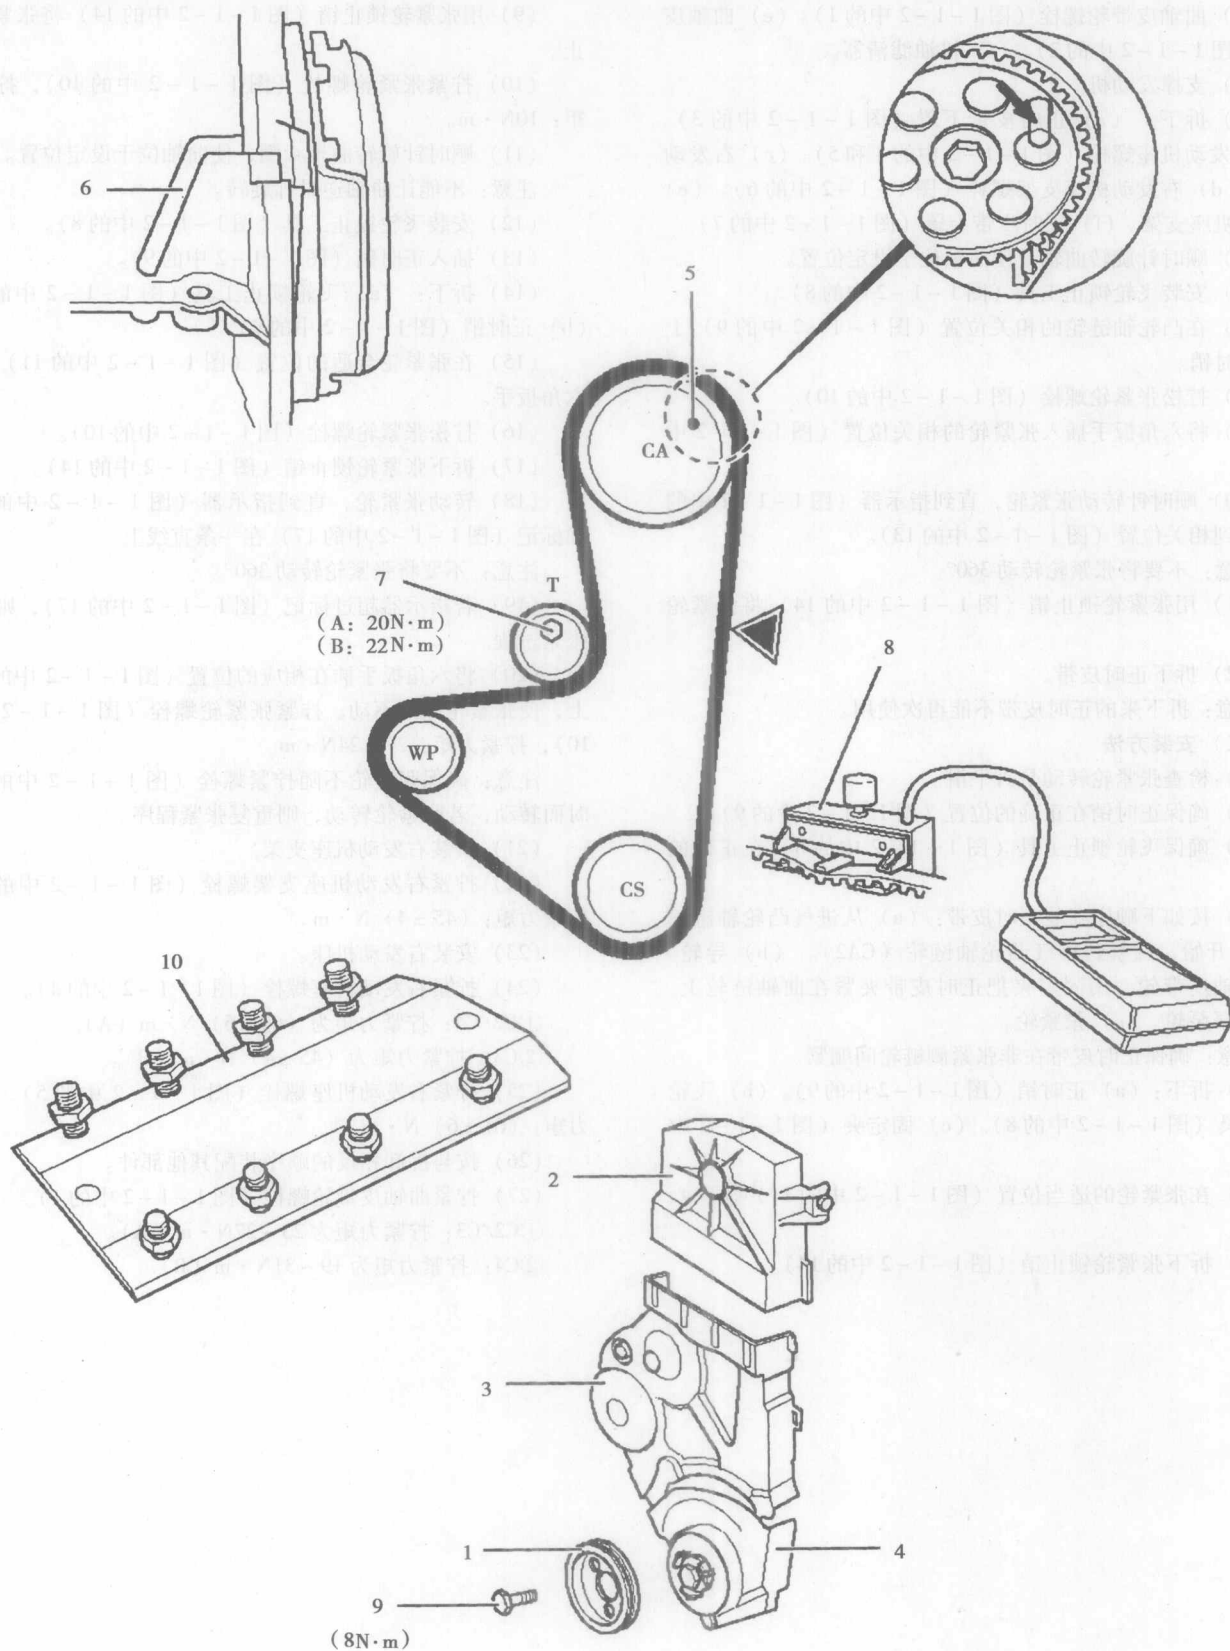

图 1-1-3 示意图
(一) 示意图 (图 1-1-3)
(1) 将车身前端举起并支撑好。
(2) 拆下: (a) 右前轮。(b) 右边内侧翼子板 (ZX/Xsara)。(c) 辅助驱动带。(d) 曲轴皮带轮 (图 1-1-3 中的 1, 有 3 个螺栓)。(e) 正时皮带罩 (图 1-1-3 中的 2、3 和 4)。
(3) 顺时针旋转曲轴, 使曲轴位于设定位置。
(4) 在凸轮轴链轮的相关位置 (图 1-1-3 中的 5) 插入正时销。
(5) 在飞轮的相关位置 (图 1-1-3 中的 6) 插入正时销。
(6) 拧松张紧器螺母 (图 1-1-3 中的 7), 松开皮带, 轻轻拧下螺母。
(7) 拆下正时皮带。
(1) 确保正时销位于适当的位置 (图 1-1-3 中的 5 和 6)。
(2) 按如下顺序安装正时皮带: (a) 曲轴链轮。(b) 凸轮轴链轮。(c) 水泵链轮。(d) 张紧轮。
(3) 拧松张紧器螺母 (图 1-1-3 中的 7)。
(4) 逆时针转动张紧器, 绷紧正时皮带。
(5) 拧紧张紧器螺母 (图 1-1-3 中的 7)。
(6) 拆下正时销 (图 1-1-3 中的 5 和 6)。
(7) 将张力计 (图 1-1-3 中的 8) 安装在正时皮带处。
(8) 拧松张紧器螺母 (图 1-1-3 中的 7)。
(9) 逆时针转动张紧器, 直到张力计显示: (45 ± 3) 个单位。
(10) 拧紧张紧器螺母 (图 1-1-3 中的 7)。
(11) 拆下张力计 (图 1-1-3 中的 8)。
(12) 顺时针旋转曲轴 4 圈, 使曲轴到设定位置。
(13) 确保正时销能插入正确的位置 (图 1-1-3 中的 5 和 6)。
(14) 拧松张紧器螺母 (图 1-1-3 中的 7)。
(15) 稍微释放正时皮带张力。
(16) 将张力计 (图 1-1-3 中的 8) 安装到正时皮带处。
(17) 逆时针转动张紧器并且绷紧正时皮带。新正时皮带: (41 ± 3) 个单位。旧正时皮带: (35 ± 3) 个单位。
(18) 拧紧张紧器螺母 (图 1-1-3 中的 7)。拧紧力矩: $22\text{N} \cdot \text{m}$ (B)。
(19) 拆下张力计 (图 1-1-3 中的 8)。
(20) 顺时针旋转曲轴两圈, 使曲轴位于设定位置。
(21) 确保正时销能插入到飞轮的适当位置 (图 1-1-3 中的 6)。
(22) 将张力计 (图 1-1-3 中的 8) 安装到正时皮带处。